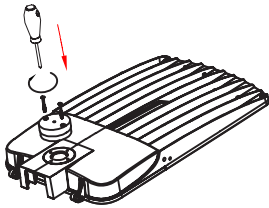
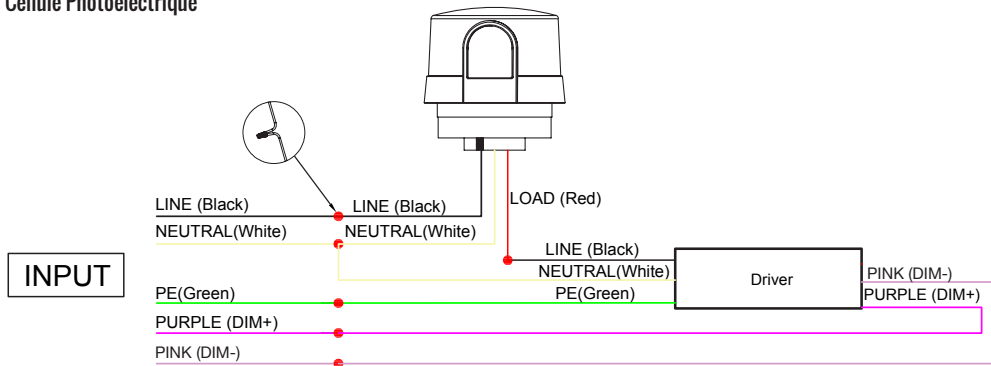

Figure 4
Figure 7
4. Utilisez des vis pour fixer la base de la douille et le joint étanche. (Figure 4) Branchez la cellule photoélectrique selon la Figure 7.